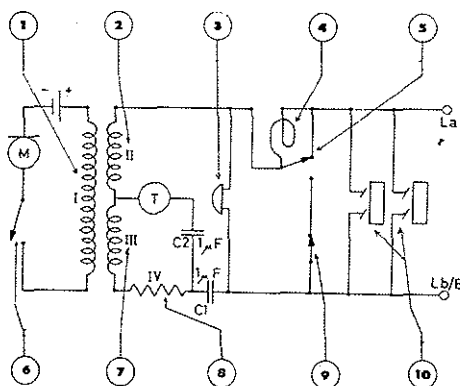

Fig 13.
32. *Koplingsdiagrammet* for FF 33 er vist i fig 13. På dette diagrammet, som også står i lokket på apparatet, kan en lett følge de forskjellige strømkretser. I lokket er det også et koplingsskjema.